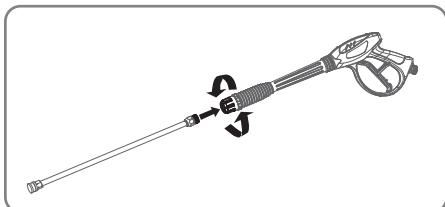
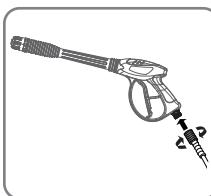

Fig.3
Fig.4
C. FIXATION DE LA LANCE DE LAVAGE (Voir fig. 3 - fig 4 et fig 4 bis)
Fig.4 bis